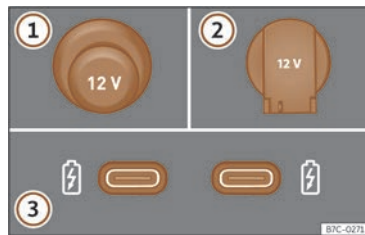

Abb. 151 12-Volt-Steckdosen im Fahrzeug
>>> (Abb. 151)
Je nach Ausstattung und Land kann das Fahrzeug auch über USB-Anschlüsse mit **ausschließlicher Lade- oder Steckdosenfunktion** >>> (Abb. 151) ③ verfügen.